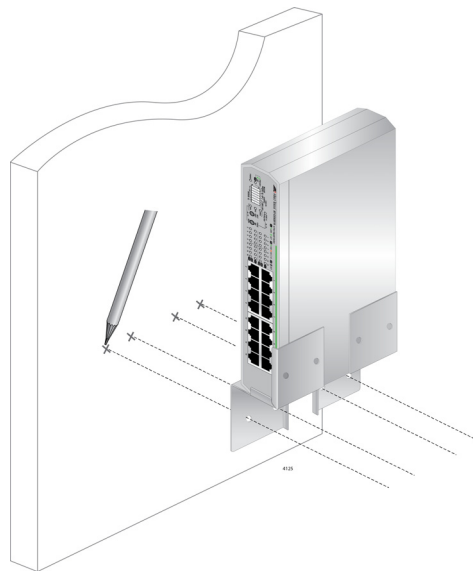

Рисунок 14. Разметка отверстий
3. Попросите кого-нибудь поддержать коммутатор с кронштейнами в том месте у стены, где предполагается его закрепить, и при помощи карандаша отметьте на стене расположение четырех отверстий в кронштейнах. См. пример на рис. 14.
На рис. 14 показано расположение коммутатора с передней панелью, ориентированной влево. Тем не менее, коммутатор может быть закреплен на стене передней панелью влево, вправо, вверх или вниз.